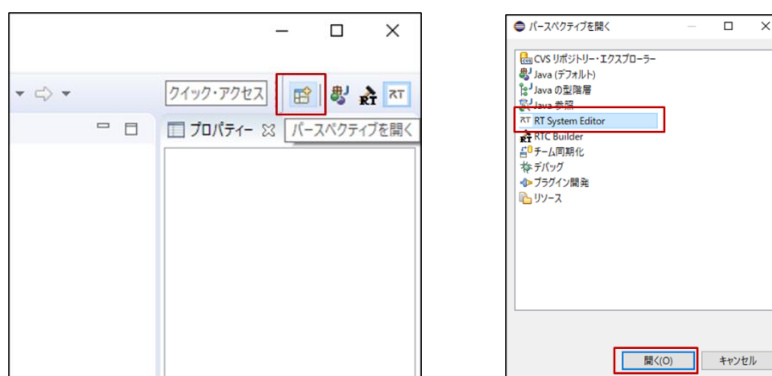

図 15 RT システムエディターを開く
(2) RTC を接続
- ① 「Start Naming Service」を起動する。
- ② OpenRTP を起動する。
- ③ 画面右上の「パースペクティブを開く」を選択。表示されるダイアログで「RT System Editor」を選択し、「開く」を選択（図 15）。